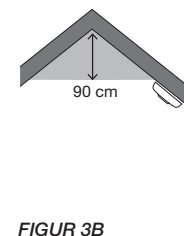

FIGUR 2. Flervånings bostad
**Flervånings bostad:** För att få ett minimiskydd, placera ett larm i trapphuset (entréplan) och ytterligare ett larm ovanför övervåningens trappavsats, samt ett larm i taket i källaren vid foten av trappan. Detta täcker källarvåningen men inte krypgrund och oinredda vindutrymmen. Se exempel i figur 2.